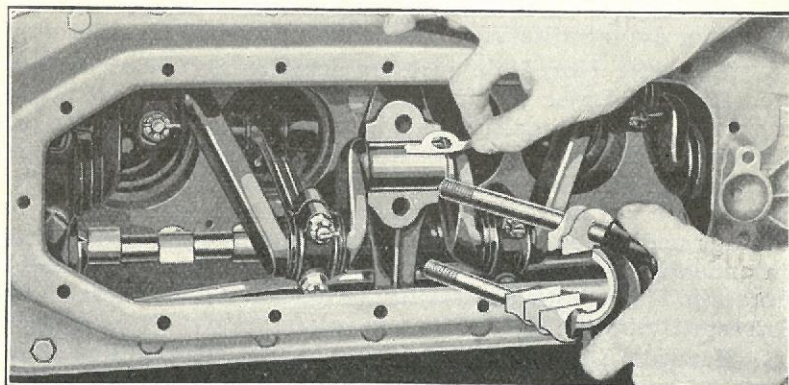

Fig. 259
- (e) Tag et Mellemlæg bort fra hver Bolt (Fig. 259). Hvis der ingen Mellemlæg findes, affiles Panden paa samme Maade som Plejstangen (Fig. 232). Som almindelig Regel gælder det dog, at paa den Tid, da alle Mellemlægene er fjernede, er Lejemetallet slidt saa tyndt, at nyt bør istøbes.